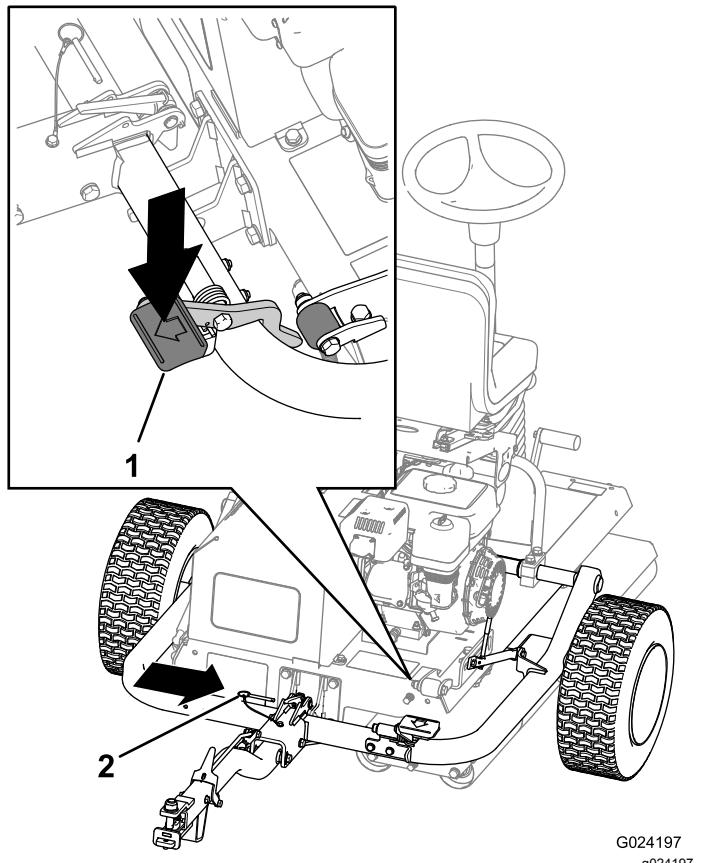

Figure 26
- C. Appuyez sur la pédale d'attelage jusqu'à ce que l'attelage se verrouille en place (Figure 26).
- D. Insérez la goupille de blocage (Figure 26).